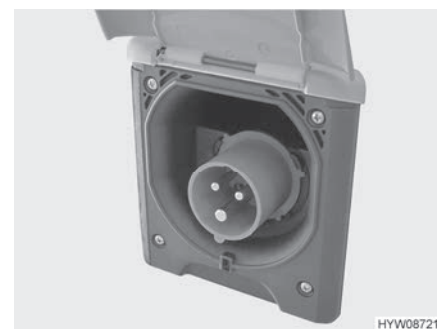

Fig. 102 Raccordement 230 V sur le véhicule (prise de courant CEE)
- Ouvrir le recouvrement du raccordement 230 V sur le véhicule (Fig. 102) et brancher le connecteur à fiche. Veiller à ce que le tenon d'enclenchement du couvercle rabattable tendu par un ressort soit enclenché.